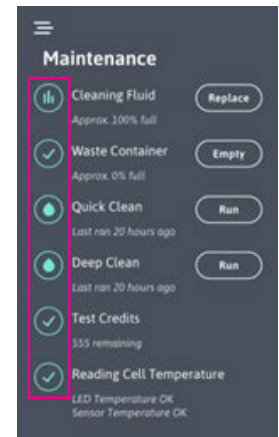

Figura 21
O Menu Manutenção oferece um “dashboard” para as funções relacionadas com o utilizador do miniiSED. Os ícones circulares com a marca de verificação verde indicam que a categoria listada está dentro dos limites predefinidos. Quando uma categoria do miniiSED se aproxima de um limite predefinido, o ícone circular passa a amarelo indicando que deve ser prestada atenção em breve. Se o limite da categoria for excedido, o ícone passa a vermelho e requer que seja tomada uma ação. Na Figura 21, os ícones apresentados de cima para baixo são:
1. Nas categorias “Fluido de Limpeza” e “Recipiente de Resíduos”, selecionar o botão “Substituir” reiniciará os contadores (Figura 21).